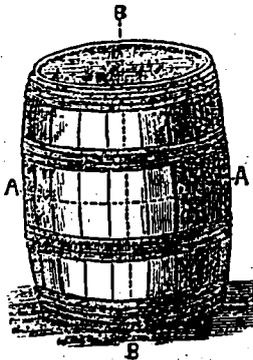
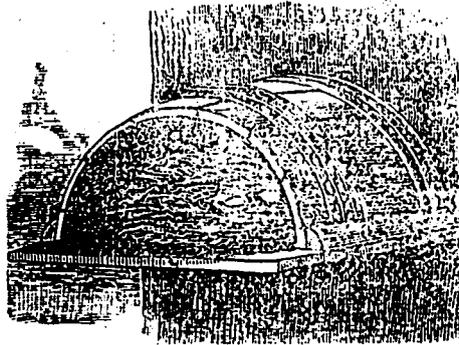

Fig. 2.
Fig. 3.
*Un nid économique pour les poules !* — Un vieux baril à farine, scié dans le sens des lignes AA et BB de la fig. 2, vous donnera quatre de ces nids qui dureront indéfiniment si vous avez le soin de bien clouer les cercles avant de les scier. Fixez, sur les côtés d'une planchette, deux tringles, en biseau, qui servent à tenir en position les bords du toit de douves. Le tout est adossé à un poteau ou à un pan de la grange tel que représenté dans la gravure fig. 3.